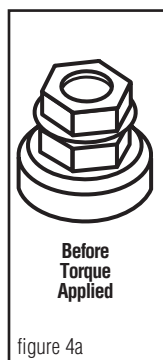

figure 4a
5. Continue tightening the torque regulating bolt with a standard box or socket wrench until the torque regulating piece breaks away. If the connector has two (2) assembly bolts, alternately tighten until the hexagonal torque devices break away. **See figures 4a & 4b.** Note that the plastic "turbo" spacer on the side will also break. To make the installation even easier and to relieve torque from the cables, a second wrench can be used on the hexagonal piece on the bottom of the connector.
5. Continué apretando este perno que regula la torsión con una llave estándar o de cubo hasta que la pieza que regula la torsión se parta y se separe. Si el conector tiene dos (2) pernos de ensamblaje, apriételes alternativamente hasta que el dispositivo de regulación de torción se parta. **Vea la ilustración 4a y 4b.** Observe que el espaciador "turbo" de plástico en el costado también se fracturará. Para hacer esta instalación aún más fácil y para aliviar la torsión de los cables, se puede usar una segunda llave sobre la pieza hexagonal al fondo del conector.